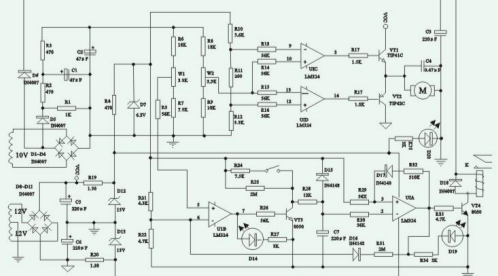

图1 单相0.5-3KVA三相1.5-9KVA控制线路图仅供参考,如有改动,恕不另行通知
- 11、当稳压器输出电压严重偏离220V时,应检查①输入电压是否稳压范围内;②电机齿轮是否严重磨损,转动是否灵活;③限位开关是否受损;④线圈平面是否光滑;⑤控制板有无损坏,查图1中VT、VT,有无损坏,或图6中Q、Q、J、J,有损坏。